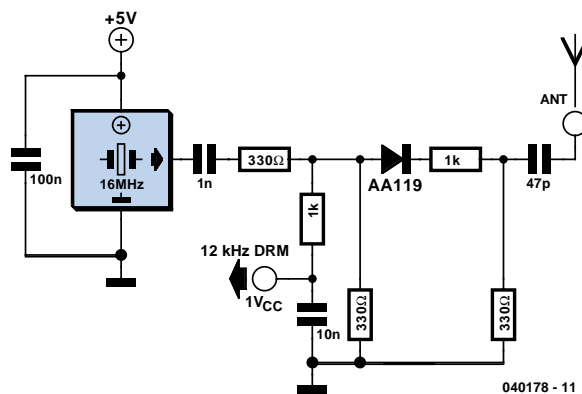
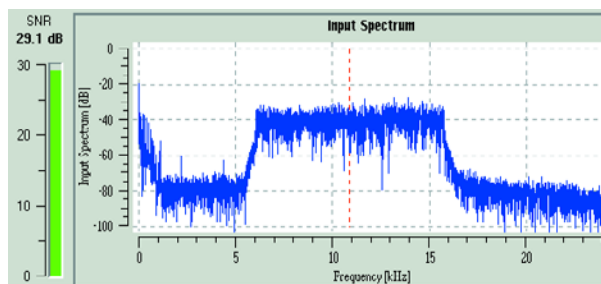

Figure 3. Mélangeur/modulateur à diode au germanium.
Figure 4. Le signal du mélangeur à diode reçu avec DREAM.
On pourra aussi utiliser le signal DRM pour tester d'autres récepteurs. Tout ce dont on a besoin pour compléter l'émetteur est un mélangeur. On pourrait, en principe, mettre à contribution un second récepteur DRM Elektor. Comme le mélangeur en anneau de trouve directement à l'entrée, il est possible de le monter en tête-bêche. Si vous ne disposez pas d'un second récepteur, vous aurez vite fait de réaliser un mélangeur. La **figure 3** donne le schéma d'un mélangeur à base de diode au germanium, mais il est également possible d'utiliser une diode Schottky. La sortie du mélangeur doit attaquer directement l'entrée d'antenne du récepteur.
On devrait voir apparaître à la sortie du récepteur le signal DRM de bande de base. Avec un système idéal, le rapport signal/bruit devrait à nouveau être de 50 dB, mais comme il y a toujours, dans la pratique, des pertes et des distorsions, ce nombre sera toujours un peu plus faible. Cela nous permet de déterminer la qualité d'un récepteur. En utilisant un récepteur DRM Elektor tant en récepteur qu'en émetteur, nous avons relevé des rapports signal/bruit supérieurs à 30 dB, un excellent résultat ! L'utilisation du mélangeur à diode en émetteur se traduit par un 29 dB (cf. **figure 4**). À noter que le mélangeur de la figure 3 peut également servir de (bon) modulateur AM. On peut lui appliquer directement de l'audio qui sera rendu audible par un récepteur AM. En mode DRM on voit la portuse à 16 000 kHz, le signal sur 16 012 kHz et la bande latérale inférieure à 15 988 kHz avec un signal DRM inversé. Il est également intéressant d'expérimenter avec d'autres largeurs de bande. Jusqu'à présent, l'émission en O.C. se fait à 10 kHz et à 9 kHz sur les P.O. Les normes permettent, pour les émissions DRM, une largeur de bande comprise entre 4,5 et 20 kHz. Il devient possible ainsi d'utiliser, dans le récepteur, un filtre de fréquence intermédiaire (FI) plus large (type CFW455C). DREAM convient fort bien pour ce genre d'expérimentations, pour, par exemple, l'émission d'images (**figure 5**).